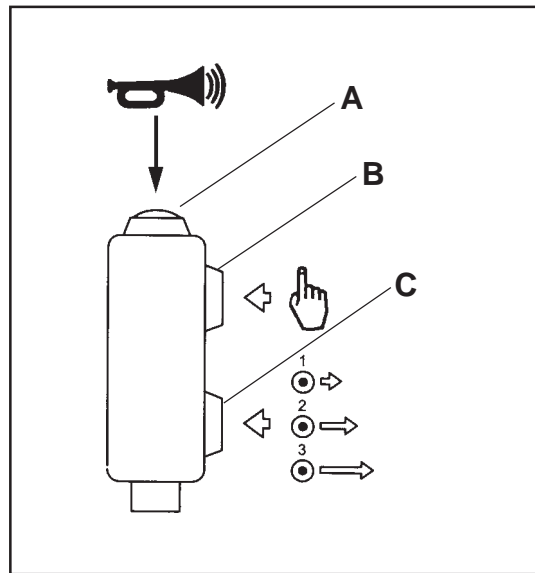

Figure 17
1. **Avertisseur sonore** : L'avertisseur sonore est un bouton rouge situé au sommet du joystick (figure 17, élément A). **REMARQUE** : L'avertisseur sonore émet un son continu lorsque le bouton correspondant est enfoncé et un son intermittent et automatique en marche arrière.
3. **Sélecteur de vitesse** : Le sélecteur de vitesse est un bouton noir situé à l'avant et en bas du joystick (figure 17, élément C).